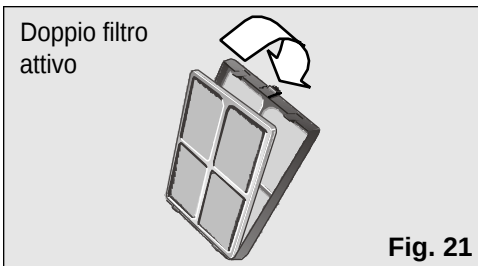

Fig. 21
Questi modelli hanno in dotazione anche un doppio filtro attivo collocato all'interno del filtro base, **Fig. 21.**
- ❑ Sostituire il doppio filtro attivo con uno nuovo nel filtro base, come indicato nella **Fig. 21**